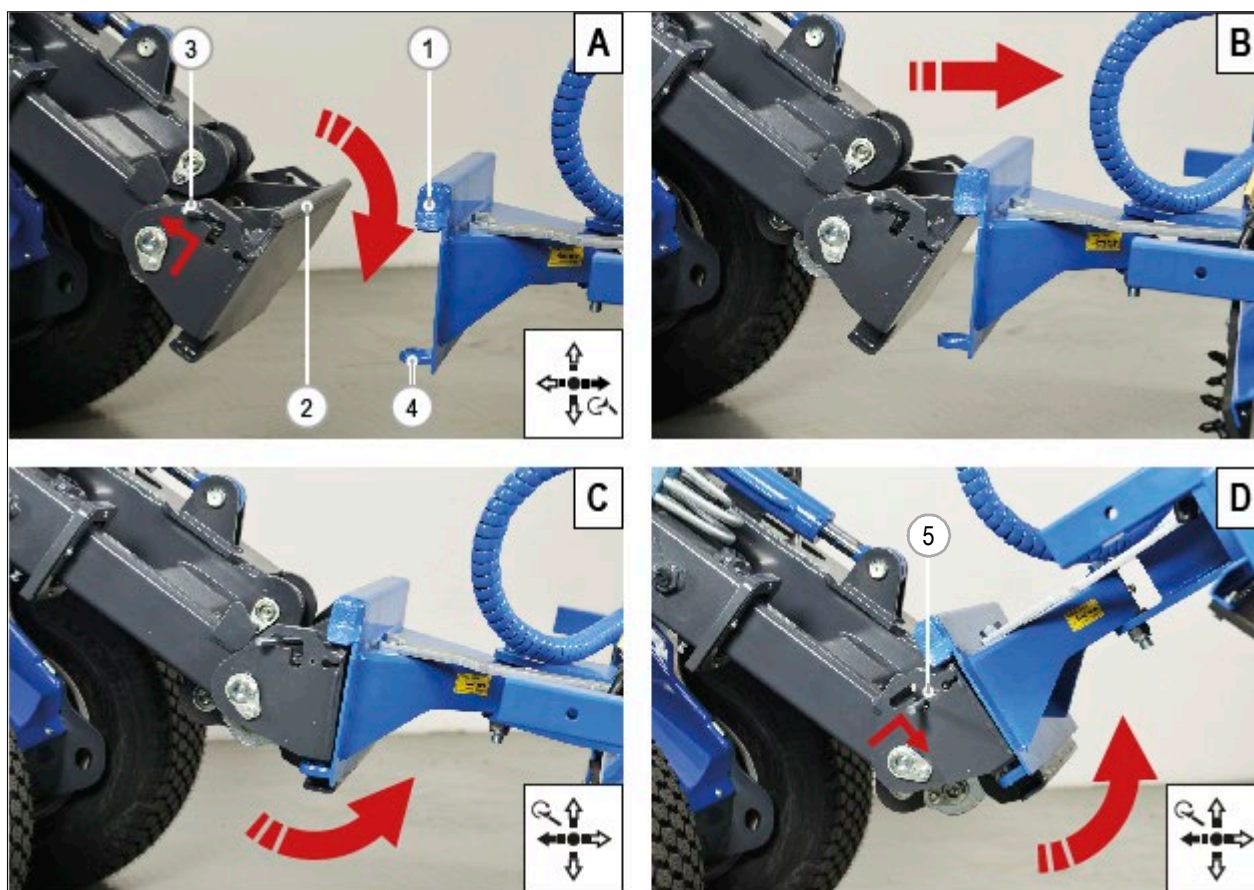

FIG. 30
- 6) Løft og skub de to håndtag tilbage (FIG. 30 - Ref. 3), som er placeret på lynkoblingen, for at hæve krogens stik.
- 8) Før forsigtigt lynkoblingen op til et af redskaberne, for at tilgå den øverste runde profil (FIG. 30 - Ref. 2) i deres kurvede placeringer på redskabet (FIG. 30 - Ref. 1)
- 9) Flyt langsomt multifunktionsjoysticket mod venstre, således lynkoblingen hældes bagud, fortsæt når lynkoblingen er hævet et par centimeter og koblingssystemet automatisk lukkes, så de to stik passer ind i hulleerne på redskabet (FIG. 30 - Ref. 4).
- 10) Kontroller at de to greb synligt (FIG. 30 - Ref. 5) er i lav position. Hvis ikke, betyder det at koblingen ikke blev gennemført
- 1) Løft og skub de to greb bagud (FIG. 30 - Ref. 3) fra lynkoblingen for at frigøre de to stik.